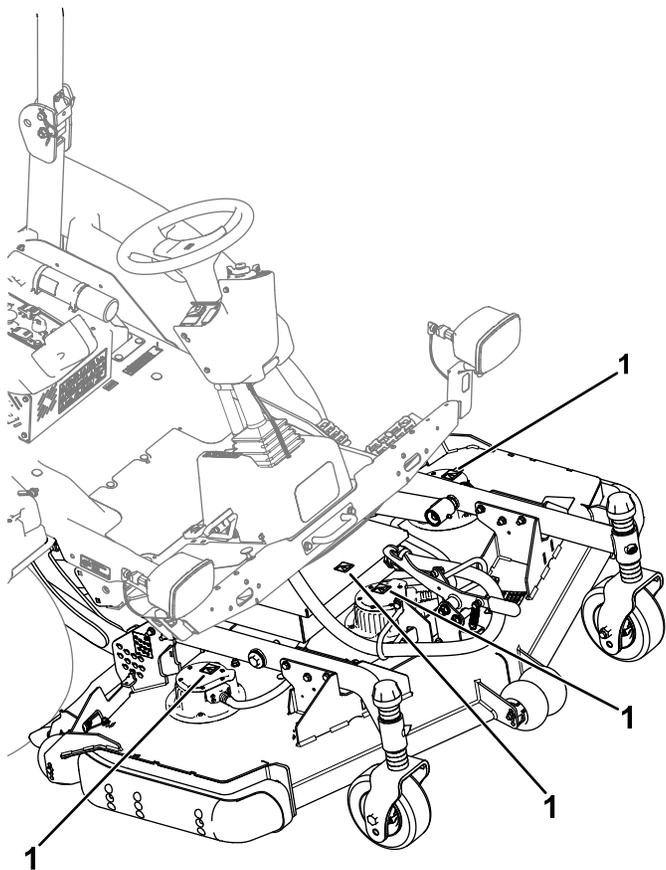

Figura 40
- Motores de las unidades de corte (Figura 40)
- Cubierta del controlador de la unidad de corte (Figura 40)